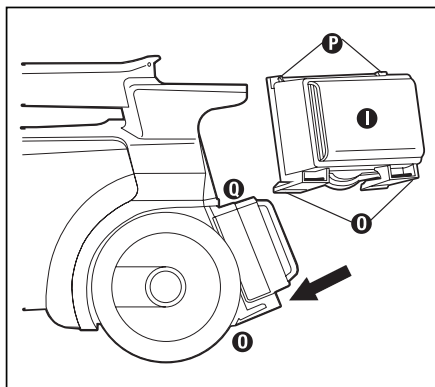

Fig. 14
Étape 1 : Introduisez fermement les onglets de coin superieur du filtre ❶ sous les onglets arriere du carter ❷ (Fig. 14).
Étape 2 : Faites pivoter le filtre ❶ vers le bas jusqu'a ce que les crochet ❷ on filter click securely into place on the cleaner (Fig. 14).